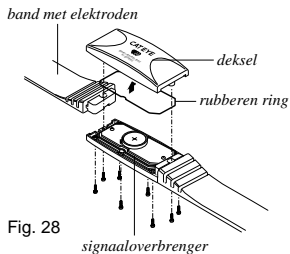

Fig. 28
1. Verwijder de 8 schroeven aan de achterzijde van de zender en haal het deksel eraf (fig. 28).